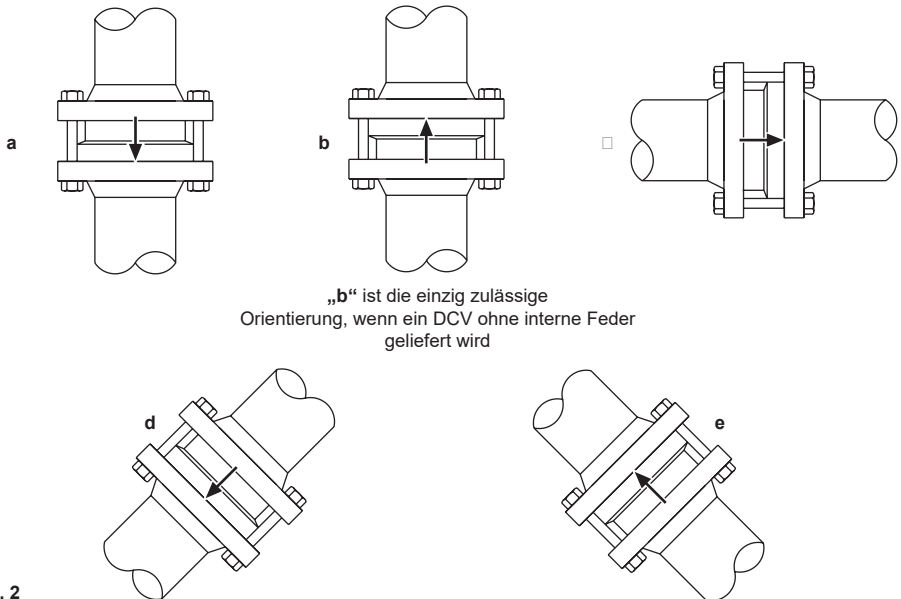

Abb. 2
- 3.5** Plattenrückschlagventile werden einfach zwischen zwei Rohrleitungsflansche montiert (siehe Abb. 2). Standarddichtungen werden auf beiden Seiten des Ventils zusammen mit längeren Schrauben oder Bolzen verwendet. Hinweis: Flansche, Schrauben (oder Bolzen), Muttern und Dichtungen müssen bauseits beigestellt werden. Bei der Verschraubung von Flanschen sollte die übliche Praxis beachtet werden, z. B. das Anziehen der Schrauben in umgekehrter Reihenfolge.